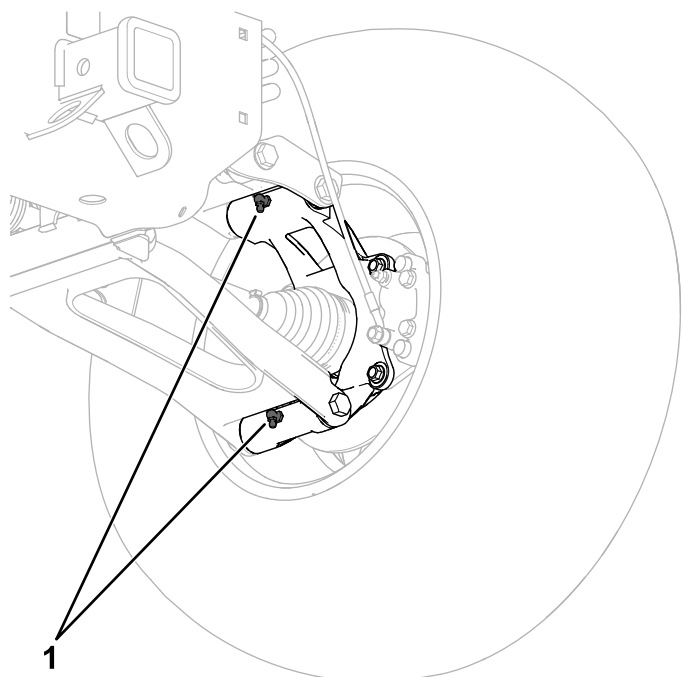

**Figure 94**
- **Rotules (2);** voir Figure 94